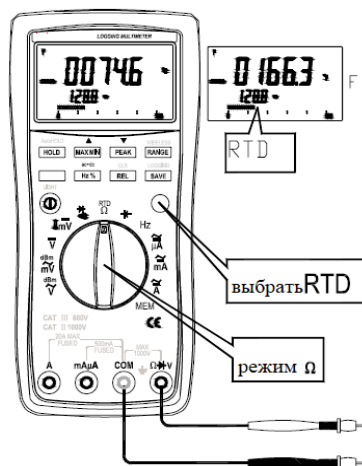

Рис. 17 Измерение термосопротивления/ RTD (Pt100)
3. Подключите щупы проводов к тестируемому **RTD** (**рис.17**).